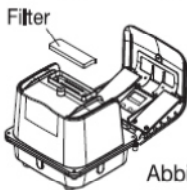

Abbildung 3
4. Nehmen Sie den Filter aus dem Gehäuseoberteil heraus und ersetzen Sie ihn durch einen neuen oder sauberen. (Abbildung 3) Wischen Sie den verschmutzten Filter gründlich sauber, um den Staub zu entfernen.